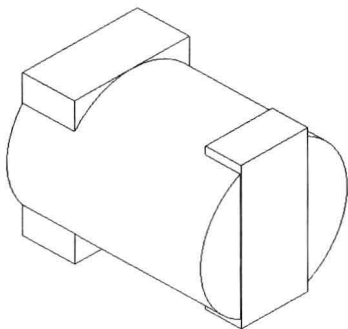
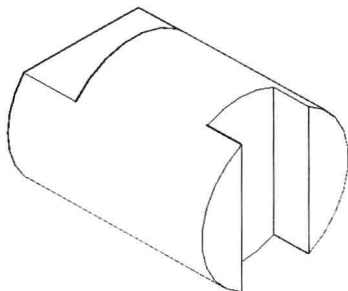

图 9-1-10
图 9-1-11
(1) 打开素材文件“9-1-3.dwg”，如图 9-1-10 所示，包括三个长方体和一个圆柱体。
(2) 在“实体编辑”面板中单击“差集”按钮, 命令行中提示“选择要从中减去的实体或面域...选择对象”，单击圆柱体，并按 Enter 键。
(3) 命令行中提示“选择要减去的实体或面域...选择对象”，单击 3 个长方体，并按 Enter 键。此时从圆柱体中挖去了 3 个长方体与其重叠的部分，如图 9-1-11 所示。